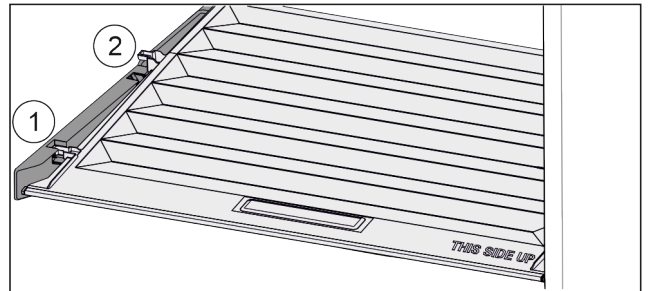

Fig. 73
- Tirer le couvercle vers l'avant jusqu'en l'orifice des pièces de retenue Fig. 73 (1).
- Le soulever par le bas à l'arrière et le sortir par le haut Fig. 73 (2).